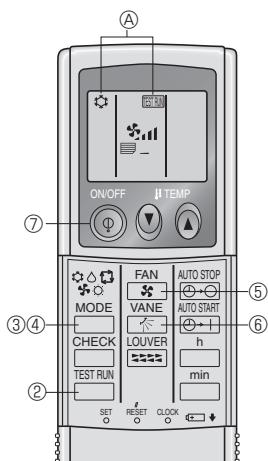

Fig. 7-5
7.2.2. Med trådlös fjärrkontroll (Fig. 7-5)
- ① Slå på strömmen till enheten minst 12 timmar före testkörningen.
- ② Tryck på **TEST RUN**-knappen två gånger i följd.